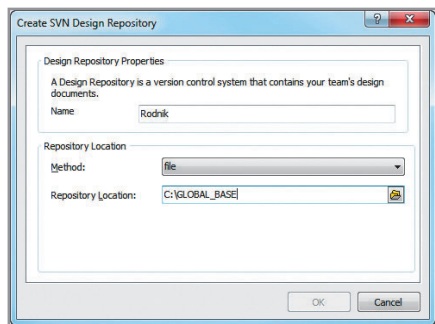

Рис. 4. Создание нового хранилища
3. Создадим хранилище SVN. Для этого перейдём в глобальные настройки DXP > Preferences > Data Management > Design Repositories и нажмём кнопку *Create New > SVN*. В появившемся окне укажем путь к ранее созданной папке в строке *Repository Location* и название хранилища – в поле *Name* (см. рис. 4). Нажмём ОК, и в папке C:\GLOBAL_BASE\ автоматически будет создан набор файлов и поддиректорий для работы SVN. Следует помнить, что содержимое этой папки автоматически обрабатывается СУВ, и пользователю запрещено напрямую модифицировать, добавлять или удалять файлы и поддиректории во избежание нарушения работы SVN.